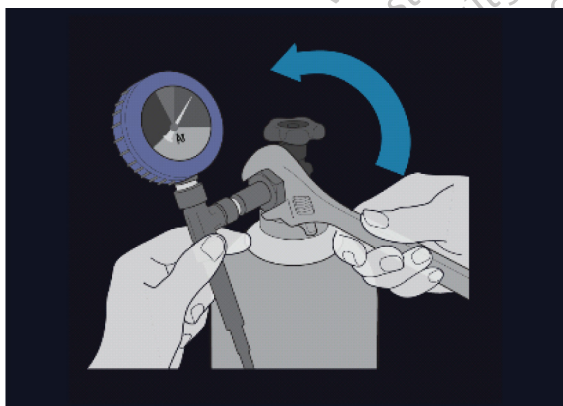

Figura 11. Configurarea cilindrilor de gaz
5. Conectați linia de aprovizionare cu gaz pentru presiune ridicată la cilindru de argon prin fixarea adaptorului ansamblului manometrului pe conexiunea cilindrului (consultați Figura 11).